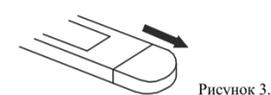

Рисунок 3.
- Сдвиньте крышку отсека батареи вниз, как показано на рис.3.